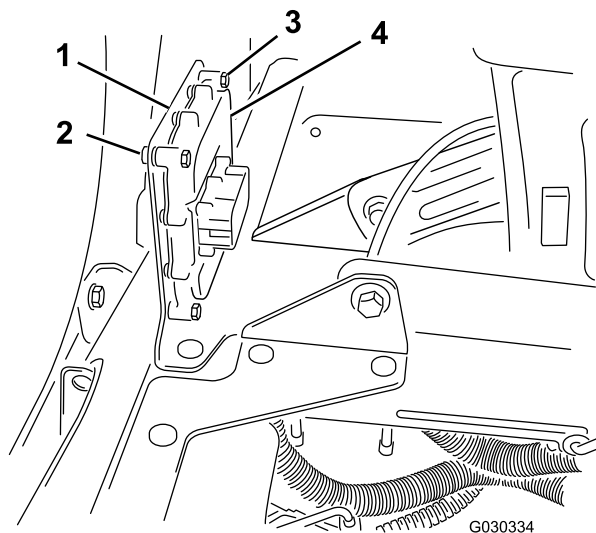

Рисунок 8
3. Прикрепите электронный регулятор к монтажному кронштейну с помощью 4 болтов (1/4 x 1-1/8 дюйма) и 4 контргаск (1/4 дюйма), как показано на Рисунок 8.